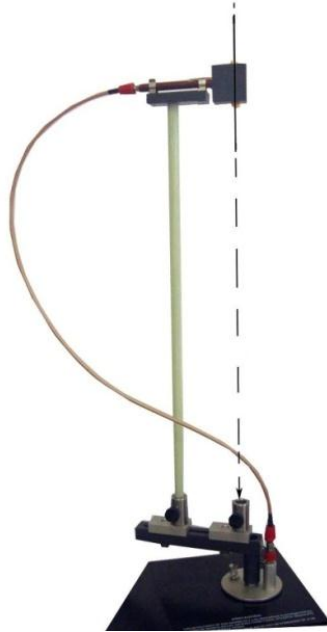

Figura 1.1.7, Antena dipolo (receptora) polarizada verticalmente
N. Desmonté y cambié el mástil de la antena receptora por uno de clips horizontales. Coloqué la antena receptora de forma que quede polarizada verticalmente (como lo indique la figura 1.1.7), cambie el cable tipo SMA corto por el mediano.